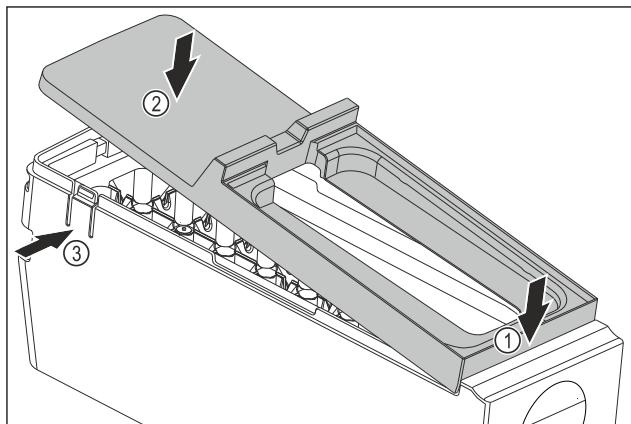

Fig. 77
- Montáž krytu korpusu EasyTwist-Ice: Kryt nasadte vpred. Fig. 77 (1)
- Kryt spusťte dozadu. Fig. 77 (2)
- Kryt počuteľne zapadne od oboch stranev Fig. 77 (3).